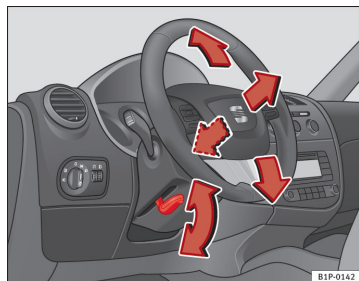

Fig. 114 Indstilling af rat
- Drej armen ⇒ Fig. 114 under ratstammen nedad ⇒ ⚠.